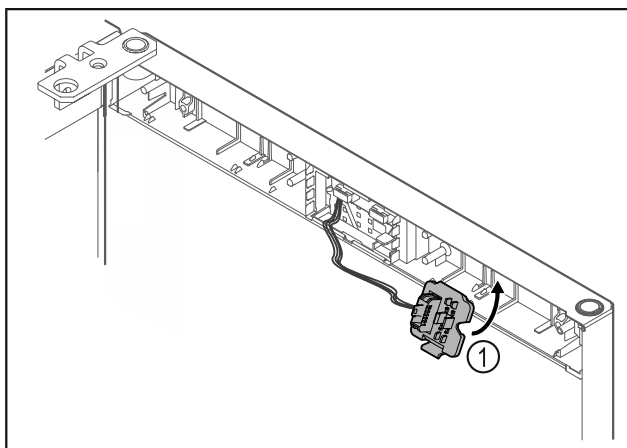

Fig. 21
- Stekkerhouder Fig. 21 (1) aan tegenoverliggende zijde vergrendelen.